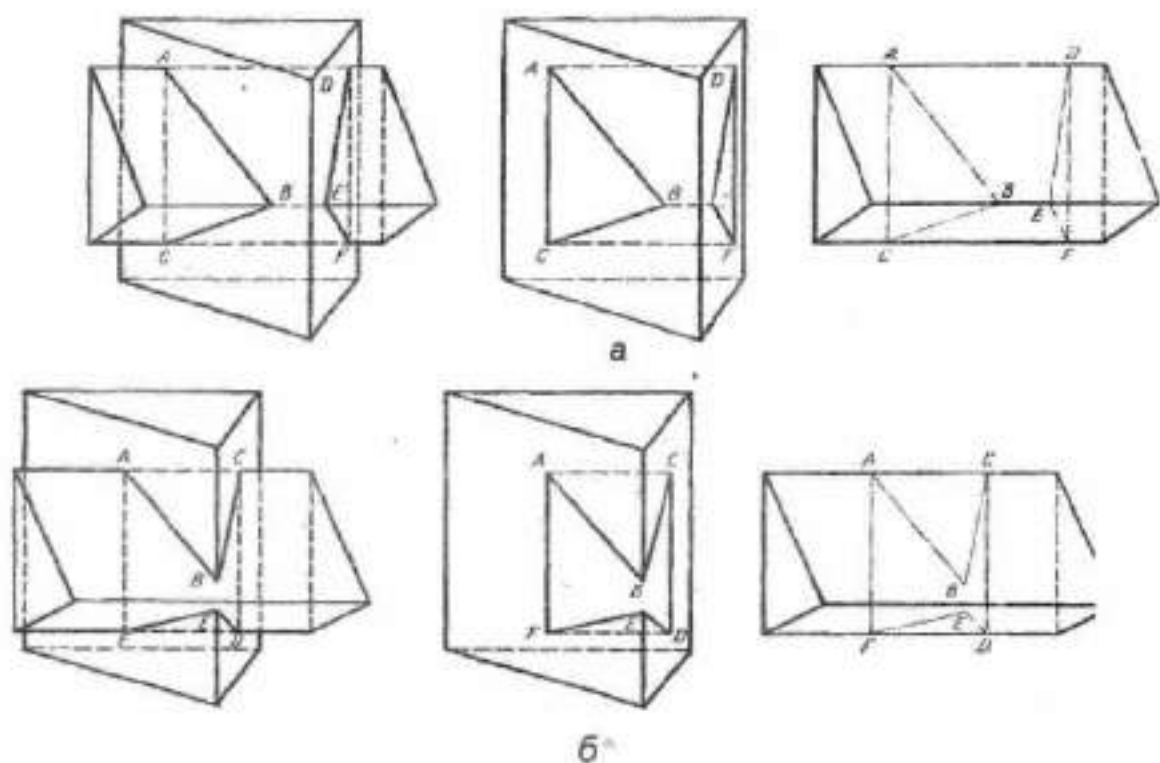

Рисунок 1
- А) полное внутреннее пересечение (рисунок 1а);
- Б) частичное пересечение (рисунок 1б).